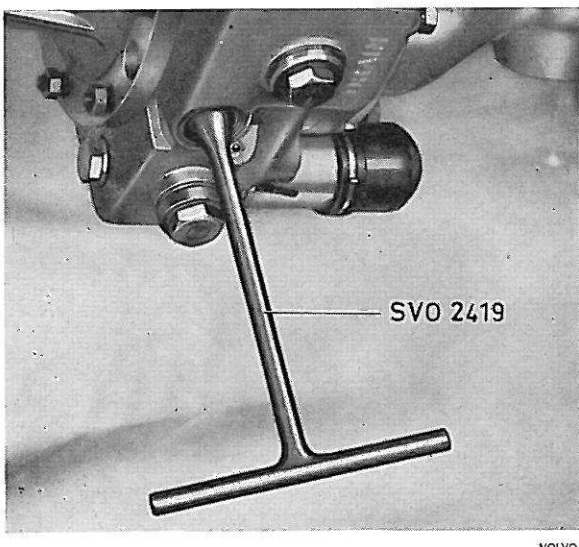
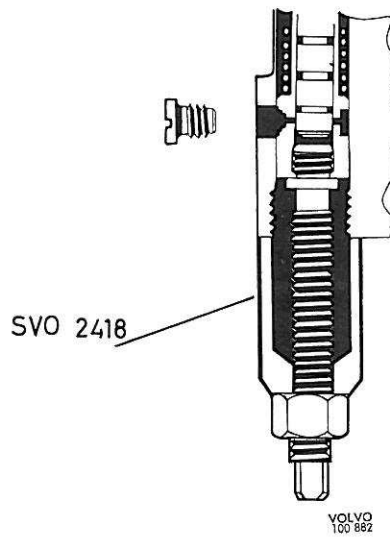

Fig. 11. Démontage du siège du clapet de la pompe à huile
Fig. 12. Démontage de la pompe à huile
2. Enlever le bouchon sous la pompe à huile et retirer le ressort (8) et la bille (6). Démontez le siège de clapet (7) à l'aide de la clef SVO 2419, voir Fig. 11. Nettoyer et vérifier les pièces.
Par le trou du couvercle (58), enlever la vis de fixation de la pompe. Bien visser l'extracteur SVO 2418 à la place du siège de clapet et retirer la pompe, voir Fig. 12.
soupape de refoulement de la pompe. Enlever la vis d'arrêt et déposer la pompe à huile. Si cette dernière est coincée, démonter le siège de clapet à l'aide de la clef SVO 2419, voir Fig. 11. Sortir ensuite la pompe à l'aide de l'extracteur SVO 2418, voir Fig. 12.